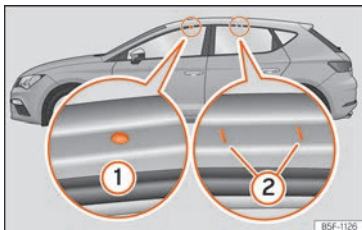

Abb. 195 Leon: Befestigungspunkte der Längsstangen für Dachträger.
Die vorderen und hinteren Befestigungspunkte ① und ② sind nur bei geöffneten Türen sichtbar »» **Abb. 195.**